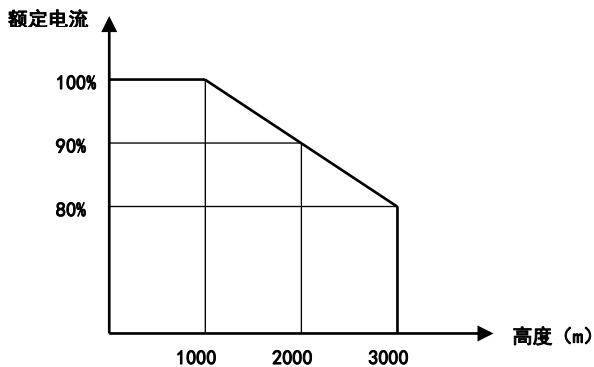

图 1-9 变频器额定电流与海拔高度降额曲线图
- 在海拔高度超过 1000 米的地区，由于空气稀薄造成变频器的散热效果变差，有必要降额使用。图 1-9 所示为变频器的额定电流与海拔高度的关系曲线